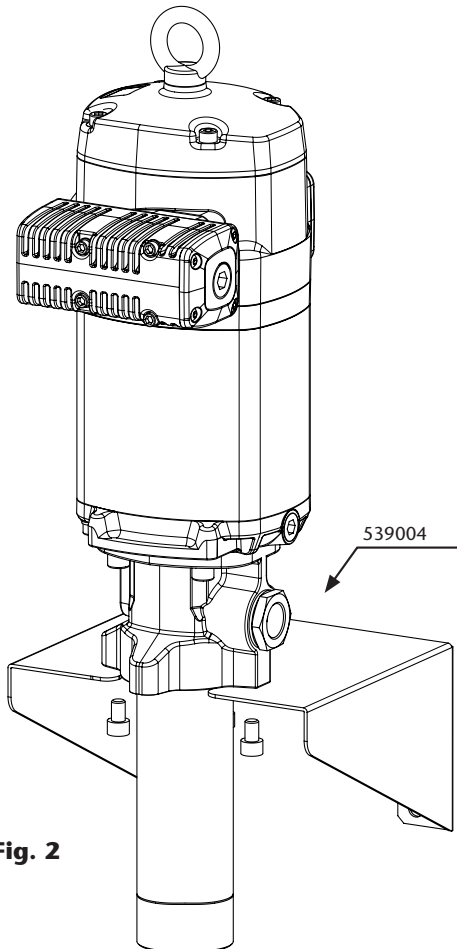

Fig. 2
**This pump can be mounted directly on the wall**, using the bracket 539004. Firmly fix the bracket to the wall. Put the pump on it and fix with included screws (fig. 2).
**Esta bomba se puede instalar mediante montaje mural** (usando soporte 539004). Fije el soporte mural a la pared firmemente. Inserte la bomba por el soporte y fijela con los tornillos suministrados (fig. 2).